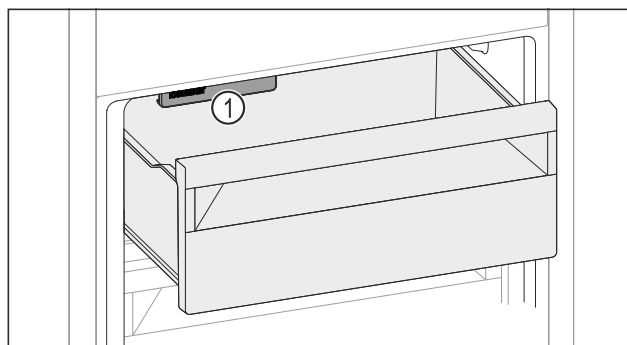

Fig. 160
- ▶ Uwzględnić IceMaker Fig. 160 (1).